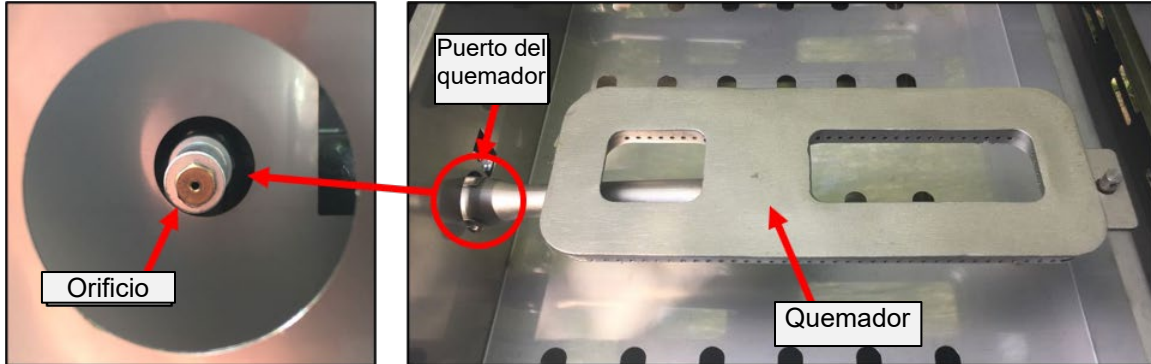

Ilustración 30 Orificio del quemador principal
5. Con una llave de tubo de 6 mm y un asa, introduzca la mano en el orificio del quemador y extraiga con cuidado el orificio de latón enroscado en el extremo del vástago de la válvula (Ilustración 30).